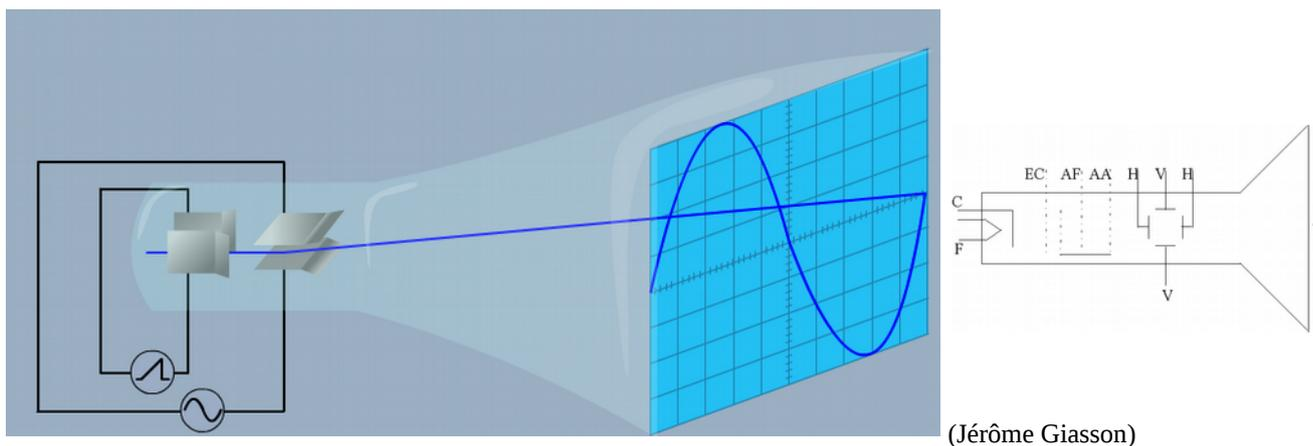

Figura 1
O principal elemento do osciloscópio é o tubo de raios catódicos (CRT), que nada mais é que uma válvula eletrônica. Um eletrodo negativo, denominado catodo (C), é aquecido por um filamento (F) para possibilitar o desprendimento de elétrons. Estes elétrons são acelerados por um eletrodo positivo, denominado (anodo), gerando um feixe que, chocando-se contra uma tela (T) recoberta internamente por uma substância que tem a propriedade de emitir luz (fósforo), produz um ponto brilhante. Em um CRT típico, são interpostos entre o catodo e a tela diversos eletrodos utilizados para controlar o feixe de elétrons, sendo os mais comuns o eletrodo de controle (EC) (controle da intensidade do feixe), o anodo de focalização (AF) (atua como uma lente focalizando os elétrons) e o anodo acelerador (AA) (acelera o feixe antes do choque com a tela). Um diagrama esquemático do CRT é mostrado na figura 1 (Rocha, 2005).